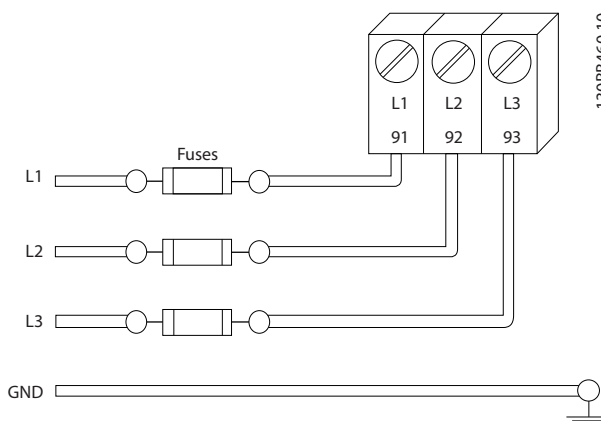

Abbildung 2.6 Sicherungen für Frequenzumrichter
- Versehen Sie alle Frequenzumrichter mit Kurzschluss- und Überlastschutz. Dieser Schutz wird durch Sicherungen am Eingang gewährleistet, siehe *Abbildung 2.6*. Wenn die Sicherungen nicht Bestandteil der Lieferung ab Werk sind, muss sie der Installateur als Teil der Installation